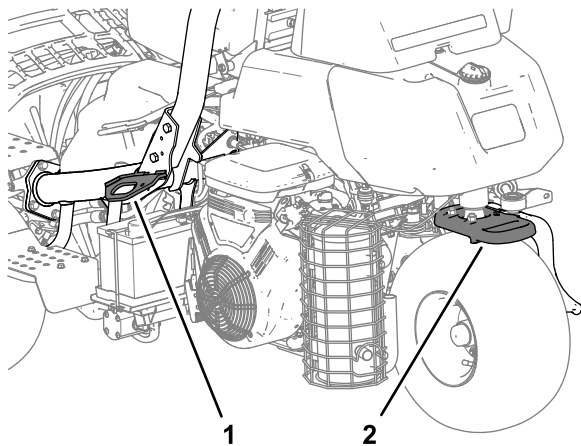

Figure 28
- Amarre la máquina firmemente con correas, cadenas, cables o cuerdas. Tanto la correa delantera como la trasera deben orientarse hacia abajo y hacia fuera respecto a la máquina (Figure 28).